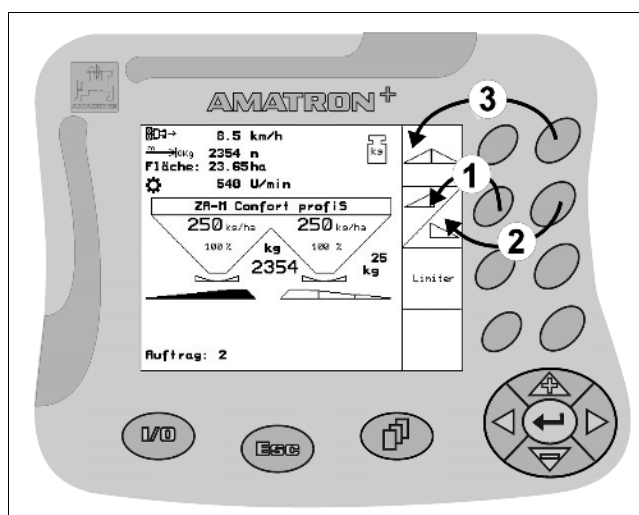

Рис. 8
- то левая клавиша относится к верхнему левому функциональному полю (Рис. 8/1).
- то правая клавиша относится к нижнему правому функциональному полю (Рис. 8/2).
Если на дисплее появляются квадратные поля то функциональному полю упорядочена только правая клавиша (Рис. 8/3).